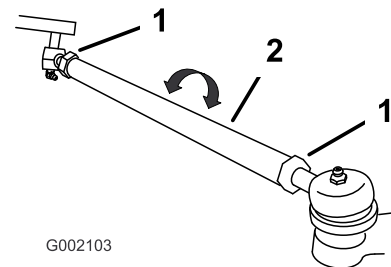

Figura 39
2. Se la misura non rientra nel range previsto (vedere le dimensioni e i parametri riportati all'inizio di questa operazione), allentate i controdadi da ambo i lati dei tiranti (Figura 39).